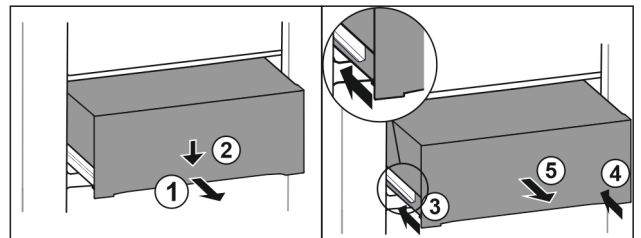

Fig. 112
- Schubfach halb herausziehen. Fig. 112 (1)
- Schubfach an der Vorderseite nach unten drücken. Fig. 112 (2)
- Linke Schiene etwa 2 cm einschieben. Fig. 112 (3)
- Rechte Schiene etwa 2 cm einschieben. Fig. 112 (4)
- Schubfach nach vorne entnehmen. Fig. 112 (5)